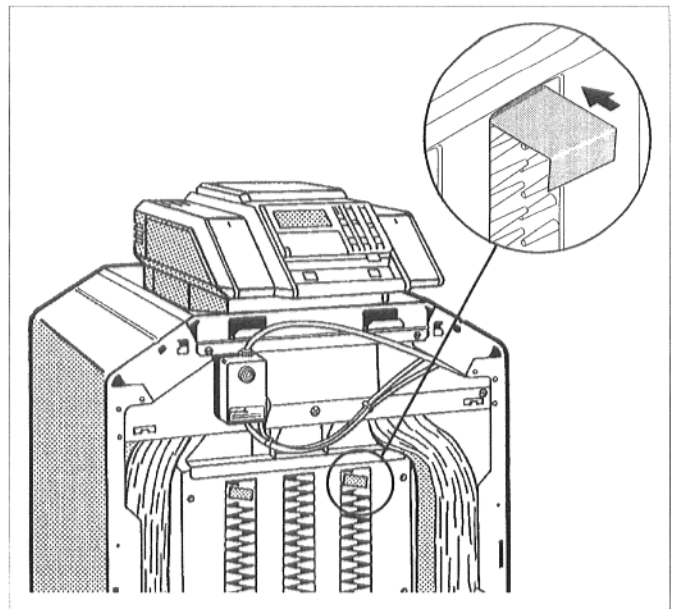

Abb. 4: Drosselbleche, Kesselgröße 26-4 als Beispiel
- Drosselblech(e) im obersten Schacht jedes Kanals einlegen (Abb. 4) - Ausnahme: bei Kesselgröße 26-4 nur im linken und im rechten Kanal.